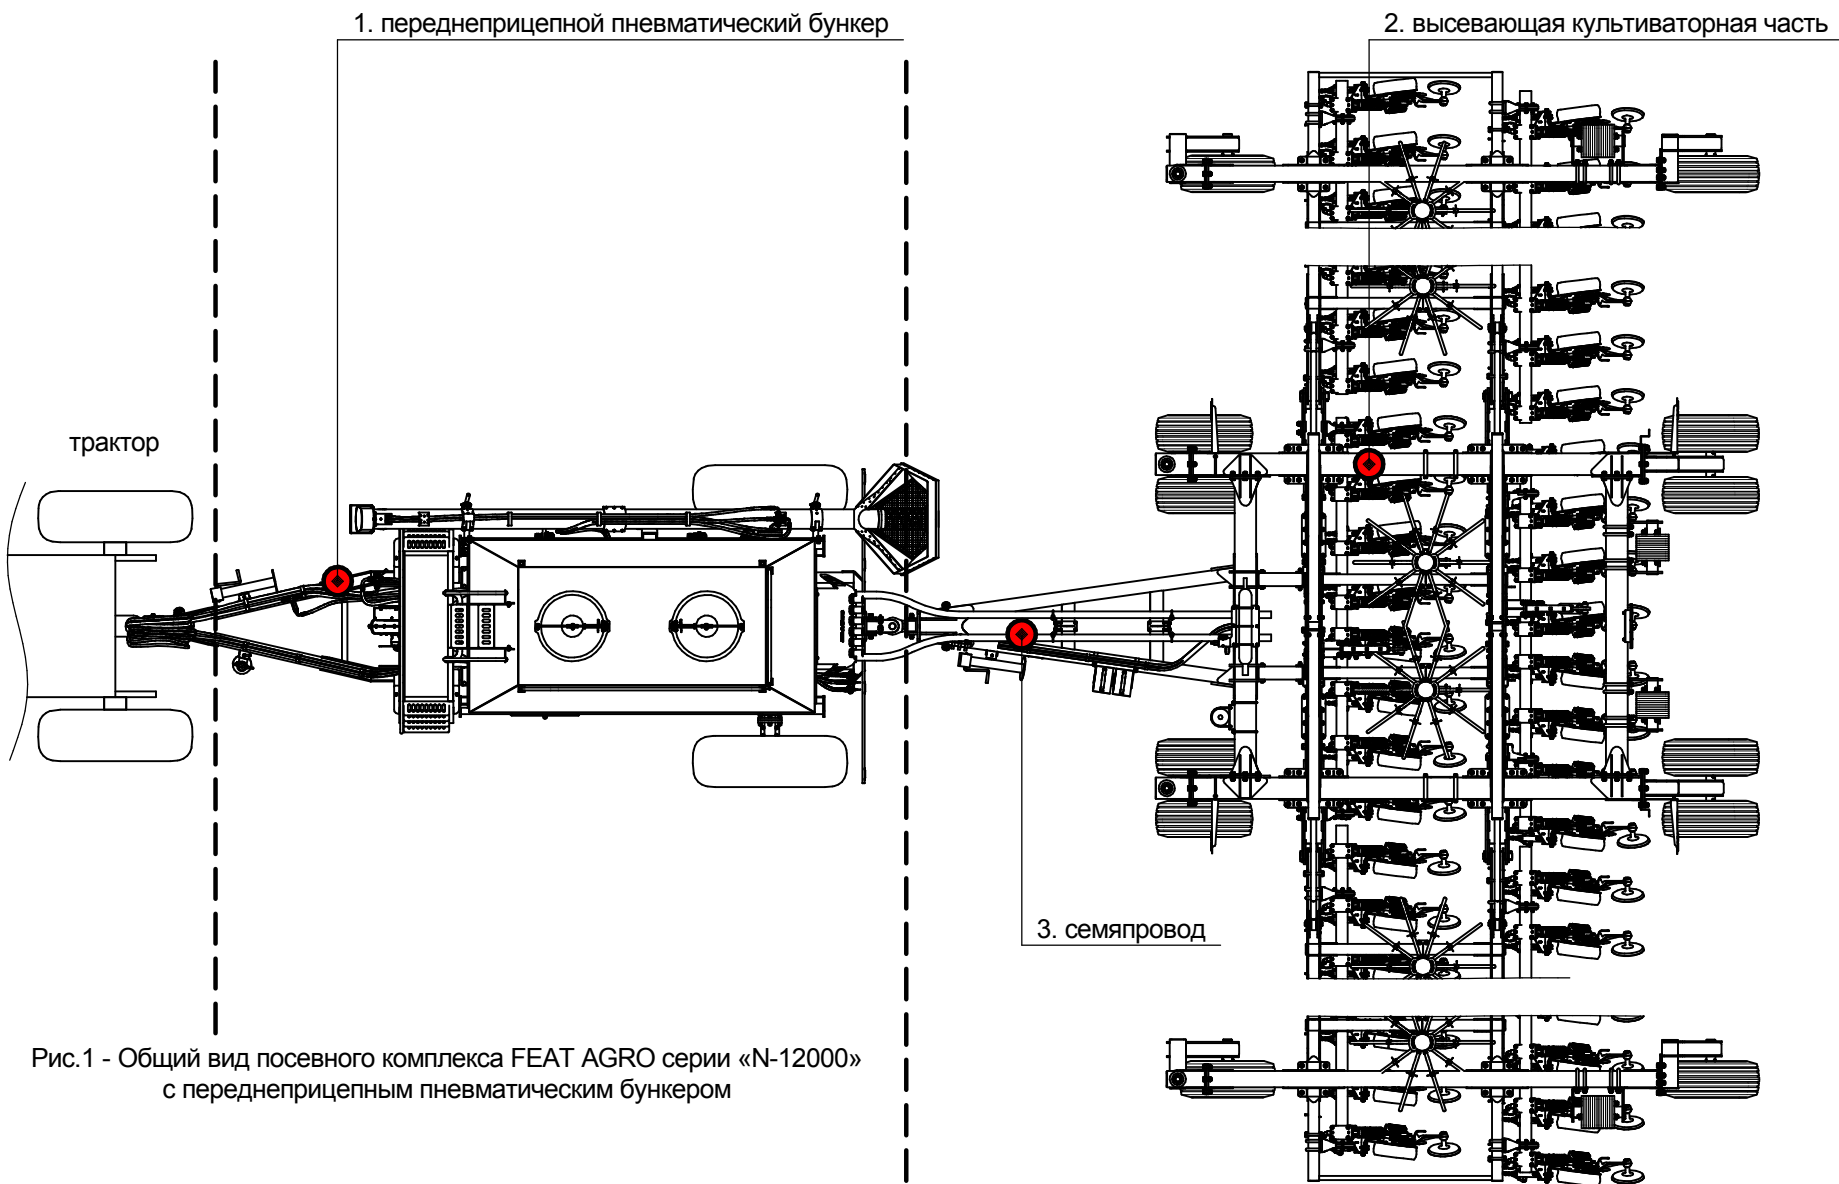
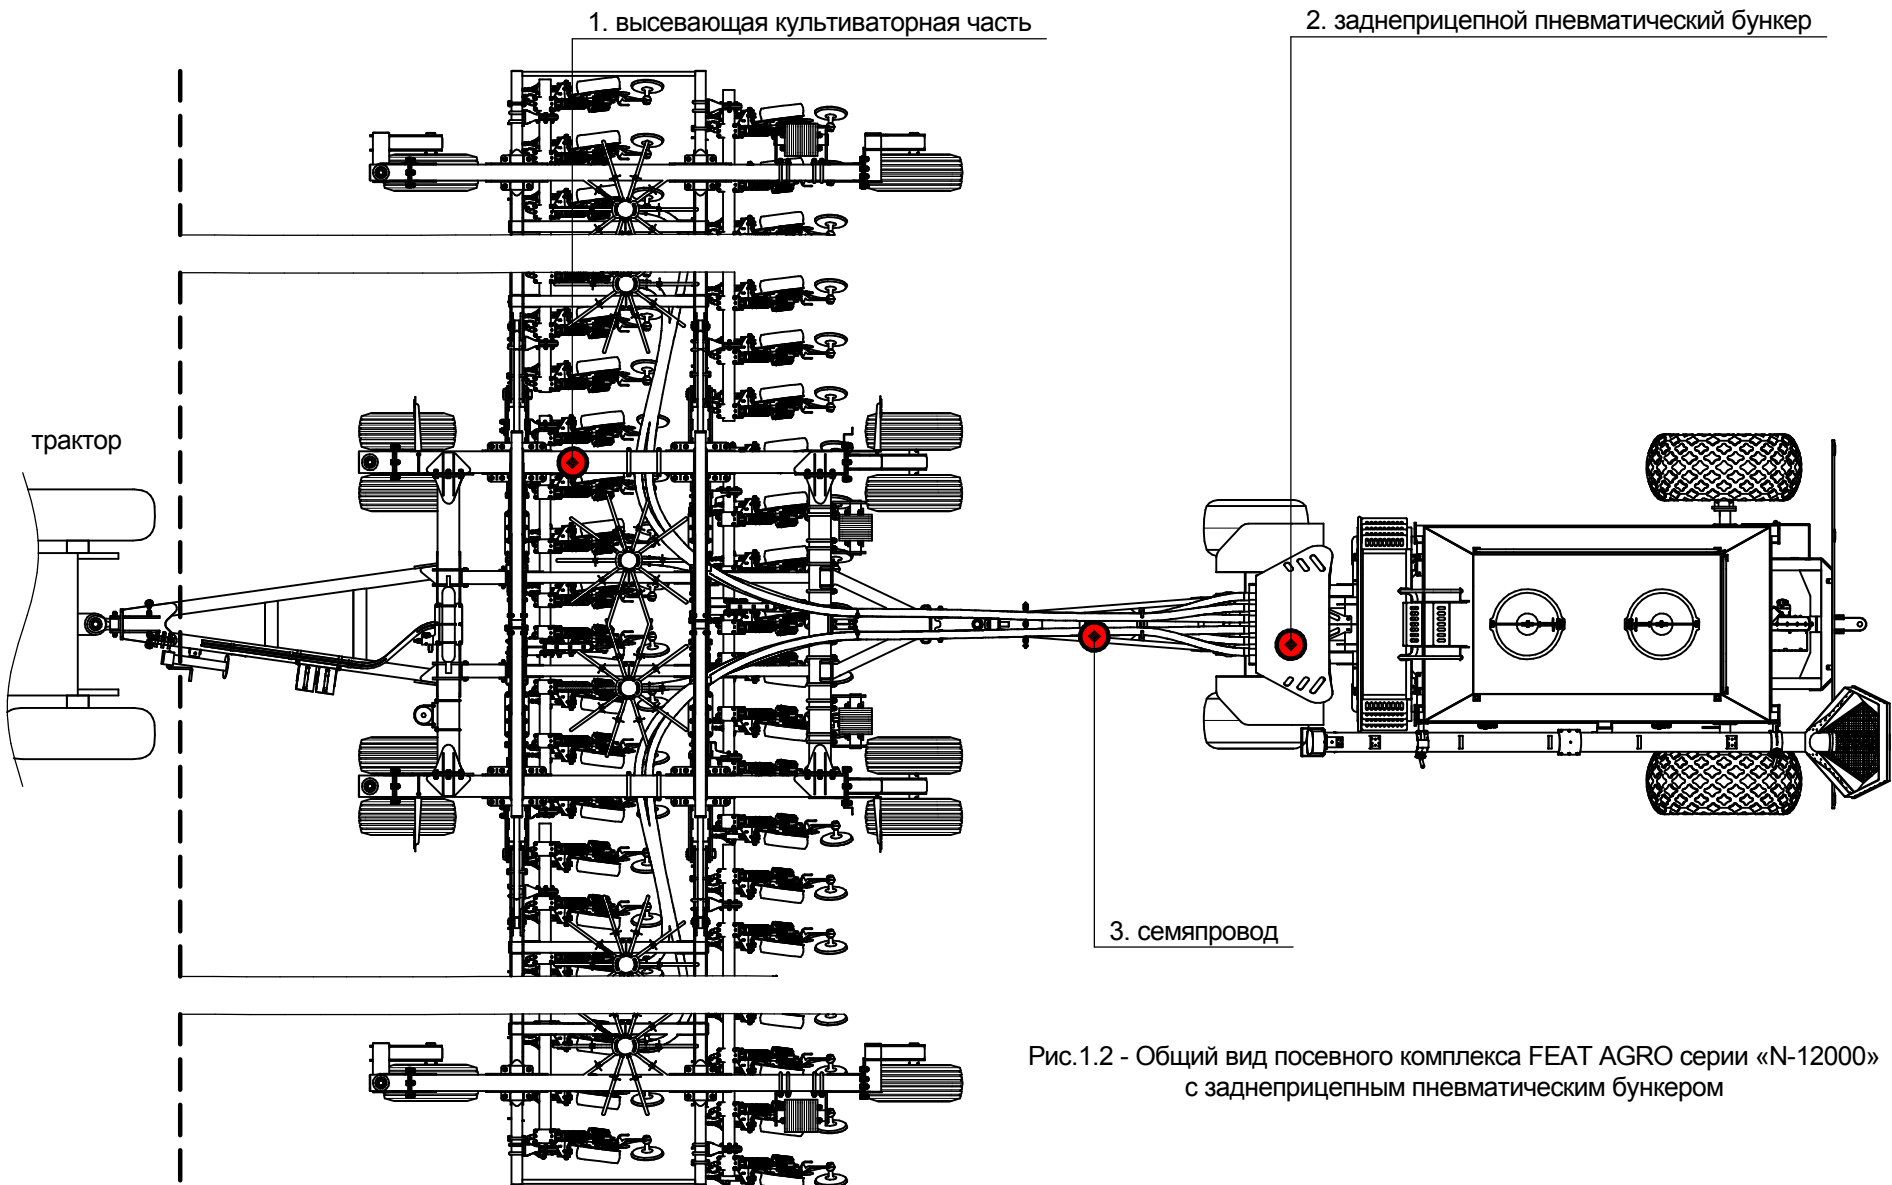

Рис.1 - Общий вид посевного комплекса FEAT AGRO серии «N-12000» с переднеприцепным пневматическим бункером
Рис.1.2 - Общий вид посевного комплекса FEAT AGRO серии «N-12000» с заднеприцепным пневматическим бункером
- с вариантами агрегатирования (трактор-бункер-сеялка рис.1 или трактор-сеялка-бункер рис.1.2);
Посевные комплексы FEATAGRO серии «N» – это посевной агрегат, работающий без предварительной обработки почвы, состоящий из высевающей части **поз.1** рис.1 или **поз.2** рис.1.2 с однодисковыми сошниками для высева сельскохозяйственных культур и гранулированных удобрений и прицепного бункера **поз.2** рис.1 или **поз.1** рис.1.2 для подачи семенного материала и гранулированных удобрений посредством семяпроводов **поз.3** рис.1 и рис.1.2 к рабочим органам.
Агрегат является полуприцепной составной машиной (пневматический бункер-высевающая культиваторная часть рис.1 или высевающая культиваторная часть-пневматический бункер рис.1.2) без рабочего места оператора, управляется и обслуживается механизатором (трактористом).